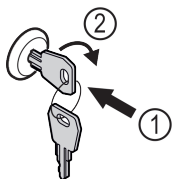

Fig. 95 Immagine a titolo di esempio
- Inserire la chiave Fig. 95 (1).
- Ruotare la chiave di 90° in senso orario Fig. 95 (2).